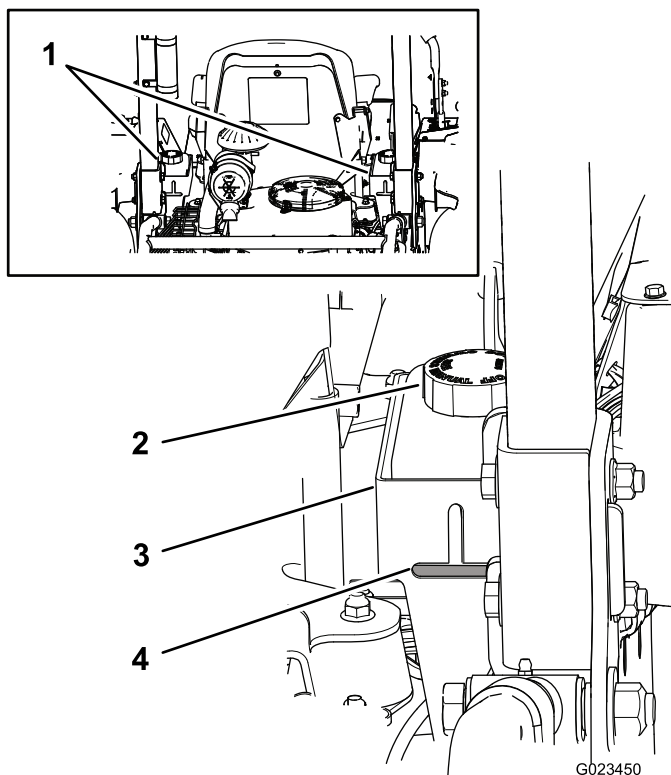

Figure 18
Les réservoirs de la machine sont remplis à l'usine de liquide hydraulique de haute qualité. Le moment le plus propice pour contrôler le niveau du liquide hydraulique est quand il est froid. La machine doit être dans la configuration de transport. Si le niveau de liquide est en-dessous du haut de la partie horizontale du regard de niveau situé à l'arrière des réservoirs hydrauliques (Figure 18), faites l'appoint jusqu'à ce que le niveau d'huile soit acceptable. **Ne remplissez pas les réservoirs excessivement.** Si le niveau de liquide atteint le haut de la partie horizontale du regard de niveau, il n'est pas nécessaire de faire l'appoint. Le liquide de remplacement recommandé est le suivant :
Remarque: Le niveau de liquide doit atteindre le bas de chaque ouverture, comme montré à la Figure 18.
- A. Nettoyez la surface autour des bouchons des réservoirs de liquide hydraulique pour éviter que des impuretés ne pénètrent dans le système (Figure 18).